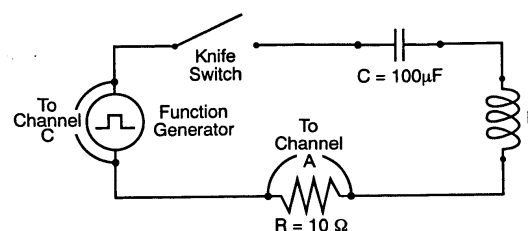

Figura 1: Circuito experimental
- ① Arme el circuito de la figura 1. Ejecute el programa Science Workshop.